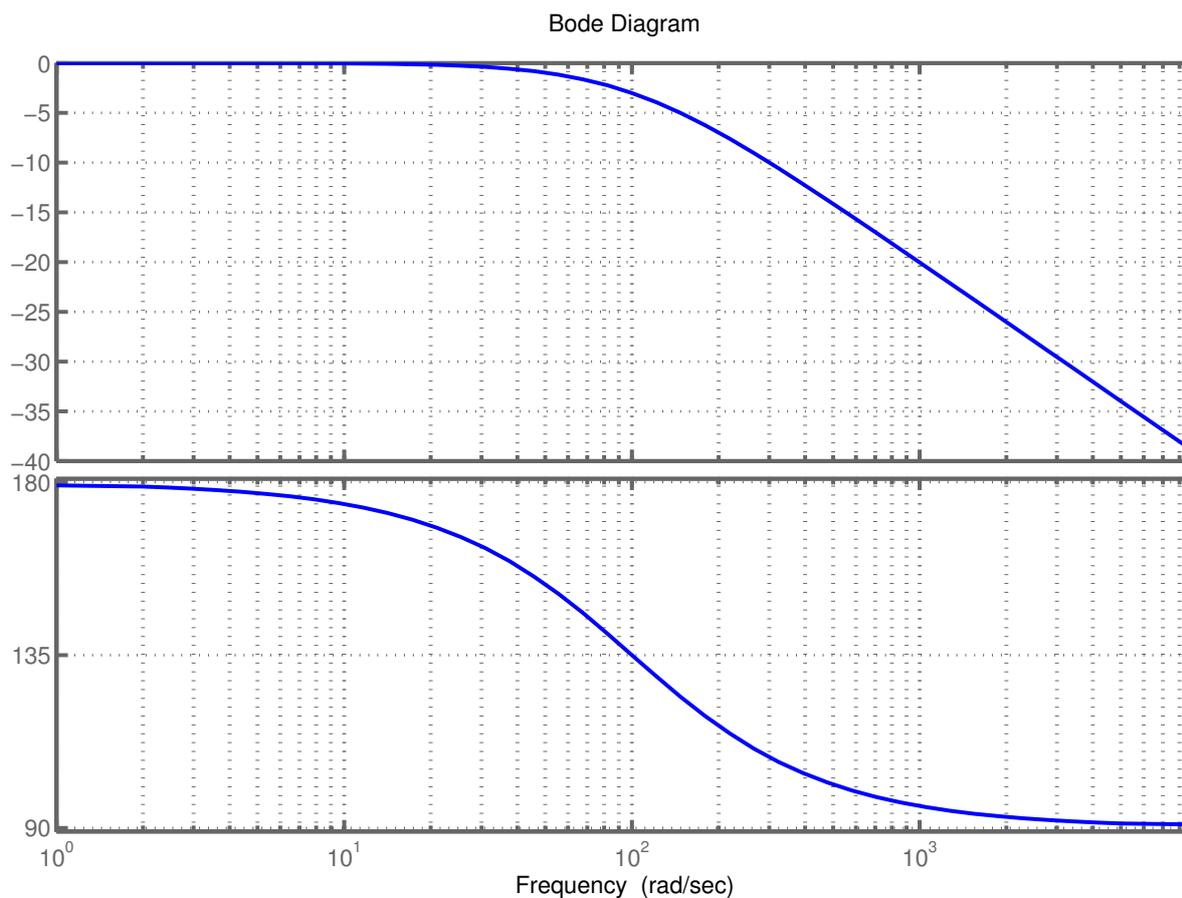

Abbildung 20: Bode-Diagramm Operationsverstärkerschaltung
- d) Ergänzen Sie nun Ihre Schaltung um den Widerstand  $R_8 = 10k\Omega$ . Legen Sie mit Hilfe des Funktionsgenerators eine Sinusspannung mit  $U_{SS} = 5V$  an das Netzwerk. Messen Sie für geeignete Frequenzen sowohl die Ein- und Ausgangsspannung  $U_a$  und  $U_e$ , als auch die zeitliche Verschiebung  $\Delta t$  beider Spannungen und tragen Sie sowohl die Messwerte, als auch die berechneten Werte in  $^\circ$  bzw. dB in Tabelle 2 ein. Zeichnen Sie Ihre Werte in das Bode-Diagramm in Abbildung 20 ein und vergleichen Sie diese mit dem gegebenen Diagramm.